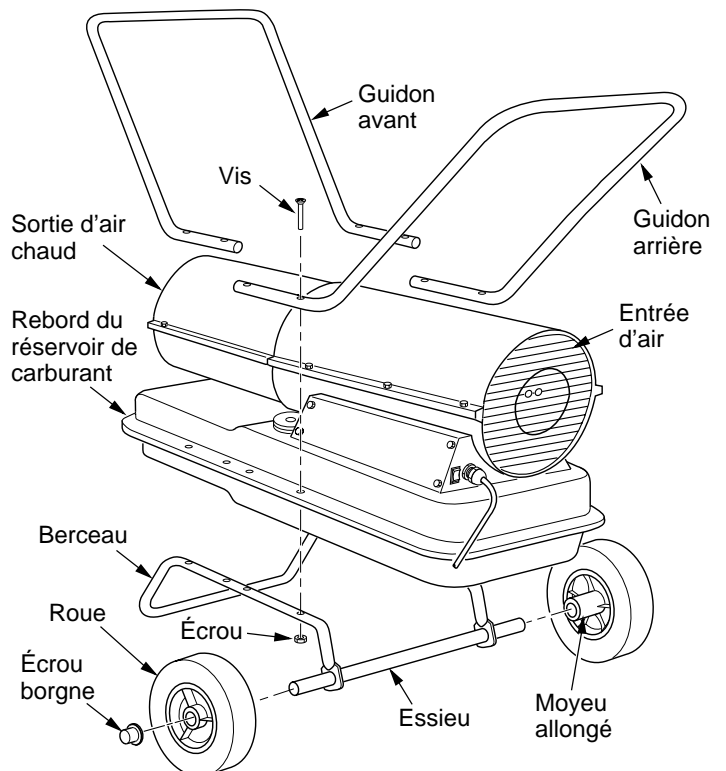

Figure 3 - Montage des roues et des guidons, Modèle GK30
**IMPORTANT:** Installer les roues avec le côté allongé du moyeu tourné vers le berceau (voir figure 3).